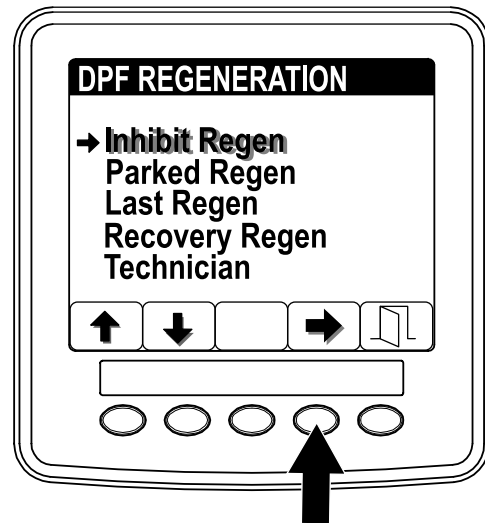

図 43
1. 再生DPF Regenerationメニューから、ボタン 1 と 2 を使ってスクロールして INHIBIT REGEN再生不許可メニューに入る 図 43。
2. ボタン 4 で Inhibit Regen に入る 図 43。